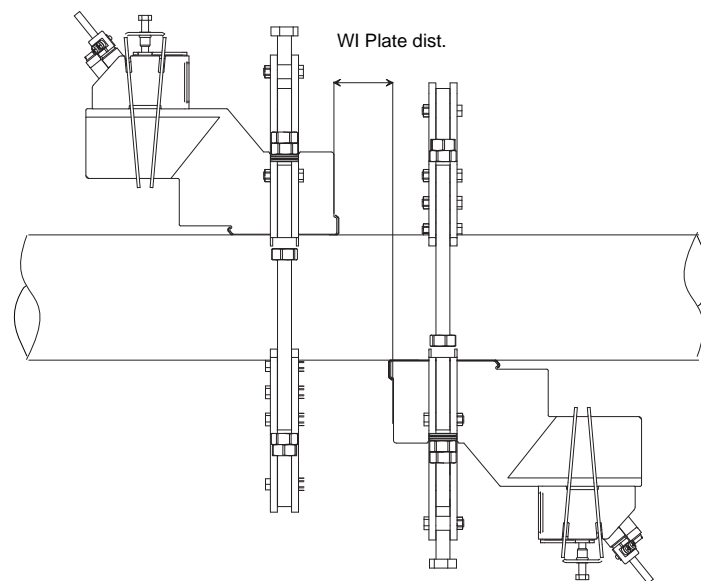

Fig. 3.10: Montage de la deuxième lame de couplage dans le dispositif de fixation à la conduite (montage avec tige filetée)
- Glissez la deuxième lame de couplage avec le capteur monté dans le deuxième dispositif de fixation à la conduite (voir Fig. 3.10).
- Réglez l'écart des lames de couplage `WI Plate dist.` (voir Fig. 3.10).